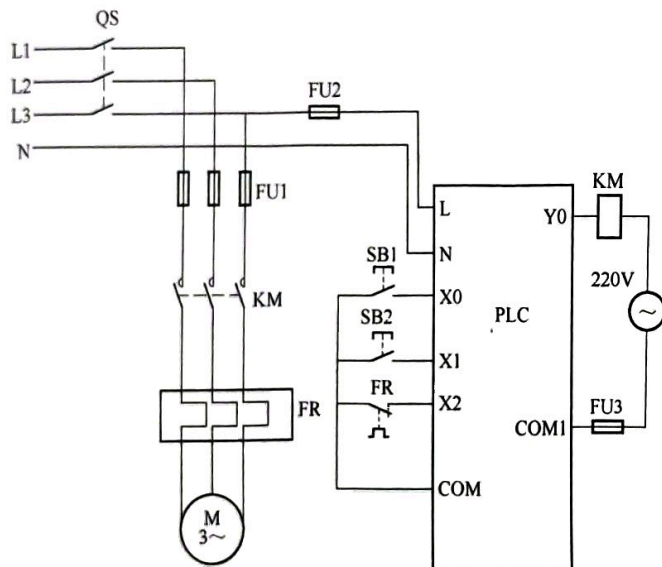
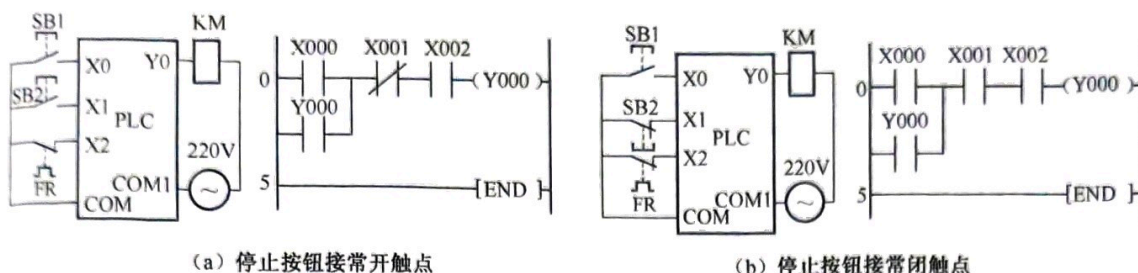

图 3-25 电动机自锁控制电路的 I/O 接线图
图 3-26 电动机自锁控制电路的接线图和程序
根据 PLC 的 I/O 分配, 可以设计出电动机自锁控制的 I/O 接线图如图 3-25 所示。
图 3-26 所示为停止按钮分别接常开触点和常闭触点时, PLC 的 I/O 接线图和梯形图。图 3-26 (a) 中, PLC 输入端的停止按钮 X1 接常开触点, 输入继电器 X1 的线圈不“通电”, 其在梯形图中 X1 采用常闭触点, 其状态为 ON; 热继电器的常闭触点接 X2, 这时 X2 的输入继电器线圈“通电”, 其在梯形图中的常开触点为 ON。此时按下启动按钮 X0, 则 X0 的常开触点闭合, Y0 “通电”, 电动机旋转, 这和继电器控制原理图是相同的。图 3-26 (b) 中, PLC 输入端的停止按钮 X1 接常闭触点, 输入继电器 X1 得电, 其在梯形图中的 X1 采用常开触点,
(1) PLC 外部的输入触点既可以接常开触点，也可以接常闭触点。若输入为常闭触点，则梯形图中触点的状态与继电接触原理图采用的触点相反。若输入为常开触点，则梯形图中触点的状态与继电接触原理图中采用的触点相同。
(2) 教学中 PLC 的输入触点经常使用常开触点，便于进行原理分析。但在实际控制中，停止按钮、限位开关及热继电器等要使用常闭触点，以提高安全保障。
(3) 为了节省成本，应尽量少占用 PLC 的 I/O 点数，因此有时也将热继电器的常闭触点 FR 串接在其他常闭输入或负载输出回路中，如可以将 FR 的常闭触点与图 3-26 (b) 中的停止按钮 SB1 串联在一起，再接到 PLC 的输入端子 X1 上。
(1) 要认真核对 PLC 的电源规格。三菱 PLC 的工作电源是 AC100~AC240V。交流电源要接于专用端子上，否则会烧坏 PLC。
(2) PLC 的直流电源输出端 24+，为外部传感器供电，该端不能接外部直流电源。
(3) PLC 的空端子“●”上不能接线，以防损坏 PLC。
(4) PLC 不要与电动机公共接地。
(5) 三菱 PLC 输入端子与 COM 端子之间使用无源触点输入，如图 3-25 所示，输入端子不用外接电源。
(6) 输出端子接线时需注意对于继电器输出型 PLC，既可以接交流负载，也可以接直流负载。在此例中，PLC 只有一个输出连接到接触器的线圈 KM 上，如图 3-25 所示，所以采用 AC220V 电源，并在输出回路中串联熔断器。
(1) 按照图 3-25 所示将主电路和 PLC 的 I/O 接线图连接起来。
(2) 用专用编程电缆将装有 GX 编程软件的上位机的 RS-232 口(或 USB 口)与 PLC 的 RS-422 口连接起来。
(3) 接通电源，PLC 电源指示灯(POWER)亮，说明 PLC 已通电。将 PLC 的工作方式开关扳到 STOP 位置，使 PLC 处于编程状态。
(4) 用编程软件将图 3-26 (a) 中的程序下载到 PLC 中。
(5) PLC 上热继电器触点接入的输入指示灯 X2 应点亮，表示输入继电器 X2 被热继电器
(6) 调试运行。程序输入完毕后,对照图 3-25,按下启动按钮 SB2,输入继电器 X0 通电,PLC 的输出指示灯 Y0 亮,接触器 KM 吸合,电动机旋转。按下停止按钮 SB1,输入继电器 X1 得电,X1 的常闭触点断开,Y0 失电,接触器 KM 释放,电动机停止转动。